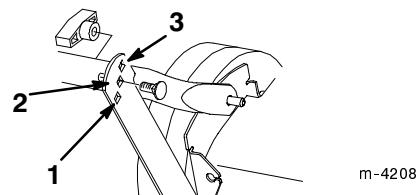

Figure 12
Le mancheron peut prendre trois positions, haute, moyenne ou basse (Fig. 12). Choisir la position la plus confortable pour l'utilisateur.
- Retirer les boulons et boutons de fixation du bas du mancheron aux pattes de support (Fig. 12).
- Fixer le mancheron aux pattes de support à l'aide des deux boutons et des deux boulons insérés par l'extérieur dans le trou correspondant à la hauteur de mancheron souhaitée (Fig. 12).